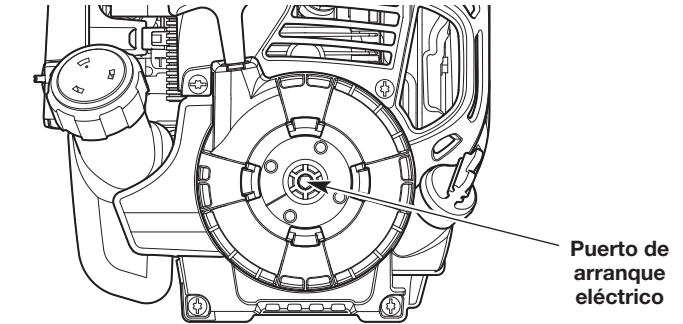

Fig. 14
3. Inserte el accesorio de arranque eléctrico dentro del orificio de arranque eléctrico (Fig. 14).